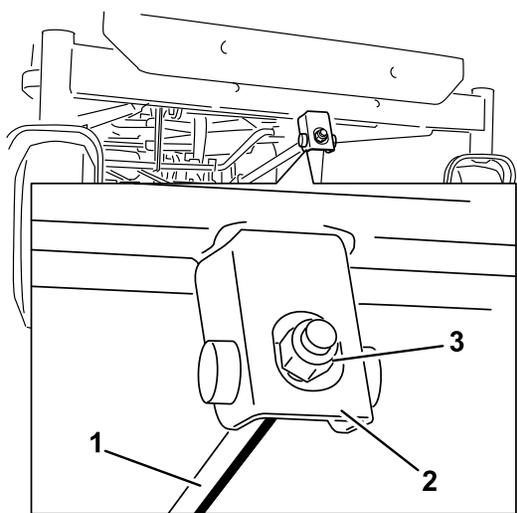

Figure 61
6. Pour régler l'inclinaison avant/arrière des lames, tournez l'écrou de réglage à l'avant du plateau de coupe (Figure 61).